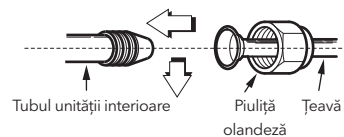

Fig. 8
- Strângeți suficient piulița olandeză cu degetele, apoi strângeți-o cu o cheie și o cheie dinamometrică, așa cum se arată în Fig. 8 și 9.